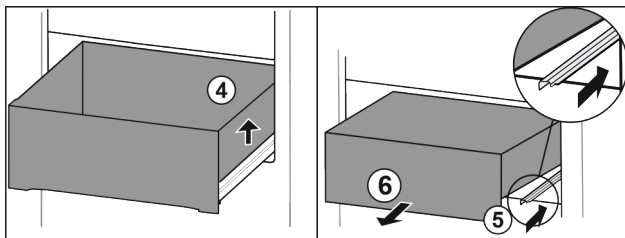

Fig. 14*
- ▶ Повдигнете чекмеджето отдясно Fig. 14 (4).*
- ▶ Вкарайте дясната релса Fig. 14 (5).*
- ▶ Извадете чекмеджето напред Fig. 14 (6).*